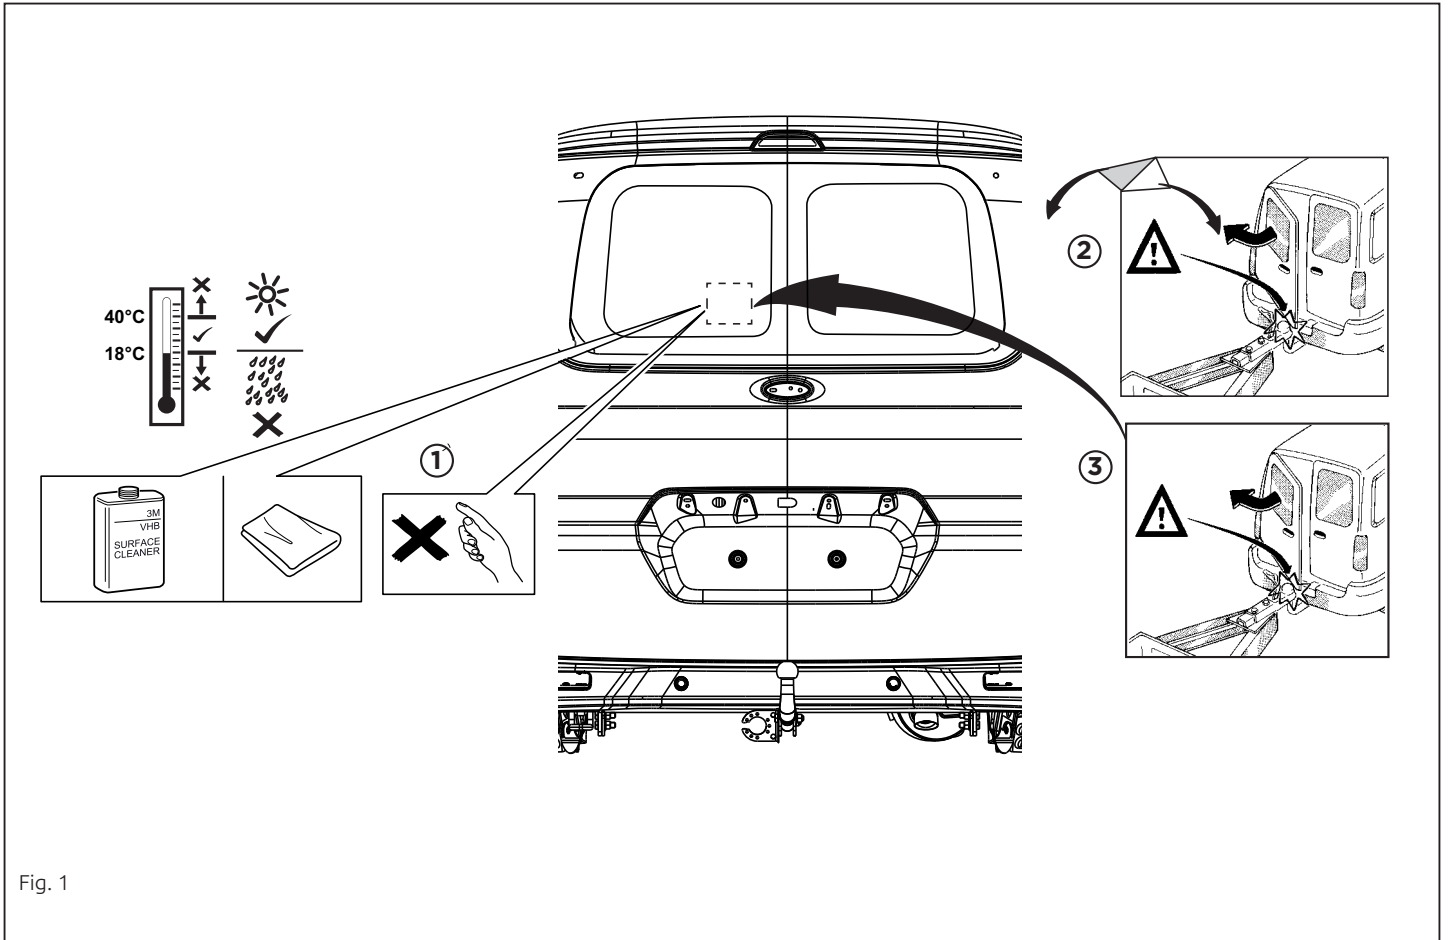

Fig. 1
8. Приклейте наклейку как показано на рис. 1.